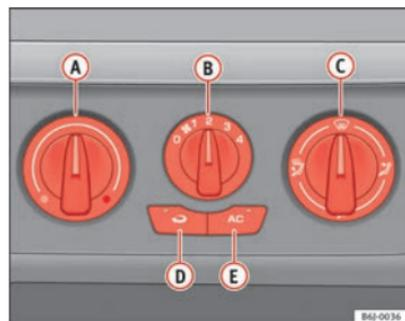

Fig. 102 Mandos del Aire Acondicionado en el tablero de instrumentos
- Con los reguladores \Rightarrow fig. 102 A y C y con el mando B se regula la temperatura, la velocidad del ventilador y la distribución del aire.